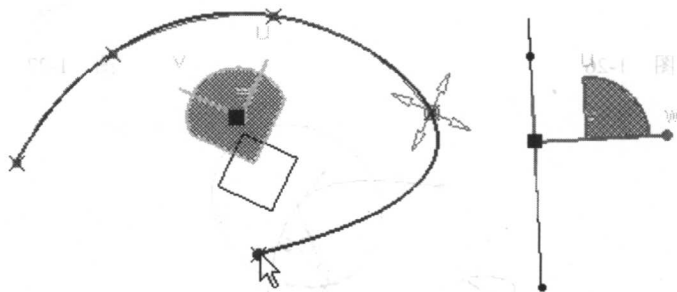

图 1-23
(10) 可以在指南针的 XY 平面上自由选择任意点建立样条线。首先将指南针移动到平面上,在几何显示区上单击选择适当的点作为样条线的点,如图 1-23 左图所示;从图 1-23 右图可见,形成的样条线是在指南针的 XY 平面上。